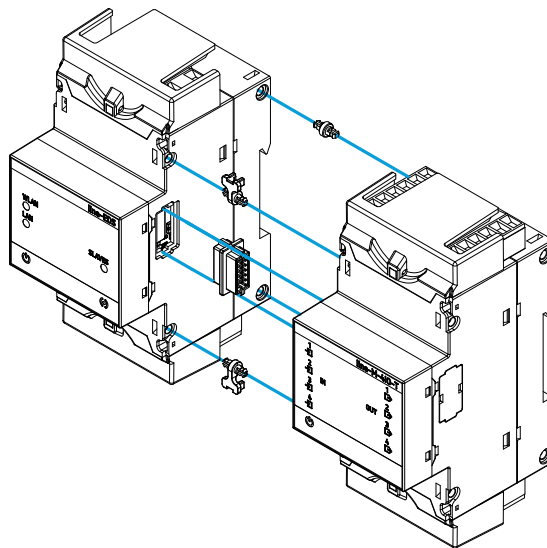

Figura 9: Instalación paso 2.
2.- Insertar en uno de los equipos el conector de expansión y los clips de sujeción (Figura 9).